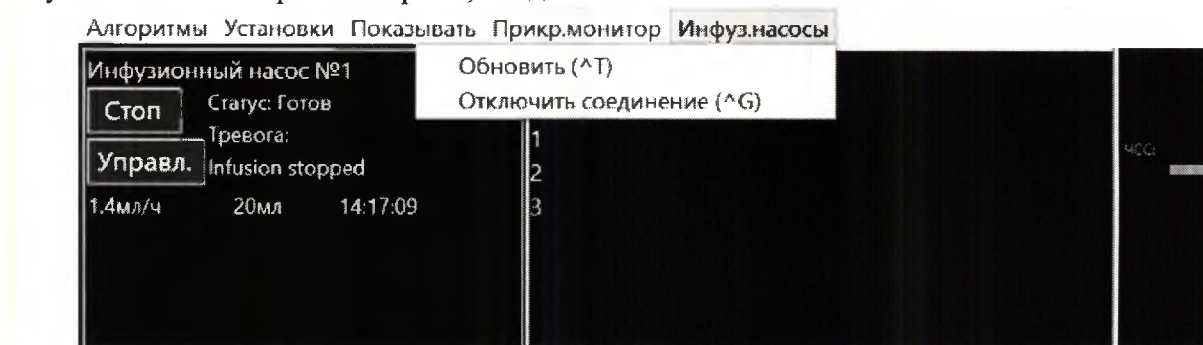

Рисунок 34. Вид меню Инфуз.насосы.
2.3.4.11. Меню Инфуз.насосы. При возникновении сбоев в работе инфузионного насоса необходимо активировать пункт *Обновить*, а в случае сохранения проблем выбрать пункт *Отключить соединение*. Далее для установки соединения выбрать пункт *Обновить*. (рис. 34). Программа позволяет устанавливать вводимый объем и время наряду с установкой скорости. Когда введены два любых параметра, третий устанавливается автоматически, например, если установлены скорость и время, вводимый объем вычисляется автоматически.